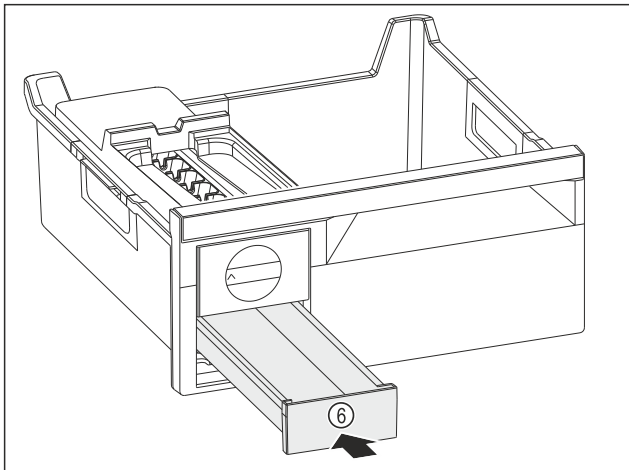

Fig. 84
- ▶ Skjut in iskublådan Fig. 84 (6).